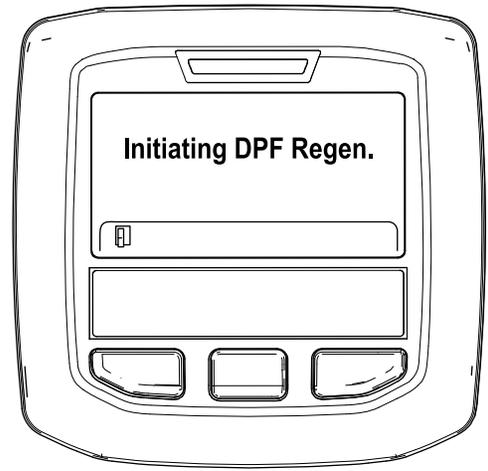

Figura 38
- A. Viene visualizzato il messaggio "Inizializzare Rigen. FAP" (Figura 38).